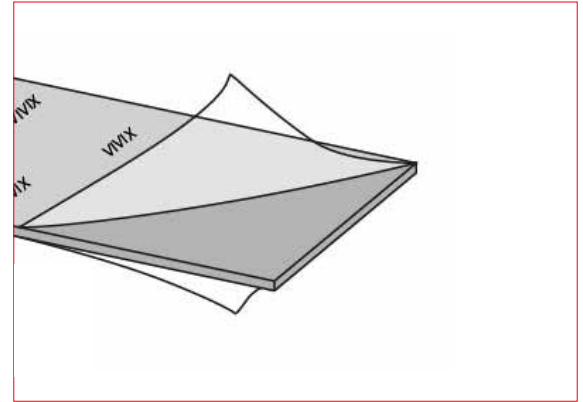

fig.5 - Fjern beskyttelsesfilm på begge sider
- Den aftagelige beskyttelsesfilm skal fjernes fra begge sider inden monteringen (se fig. 5)